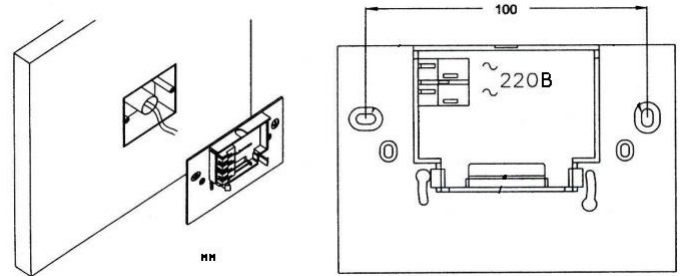

Рис. 1
4.4. Установить монтажную панель на опорной поверхности (рис. 1). Закрепить светильник на монтажной панели (рис. 2). При встраивании светильника в нишу используются клипсы ST21 (в комплект поставки не входят) (рис. 3).